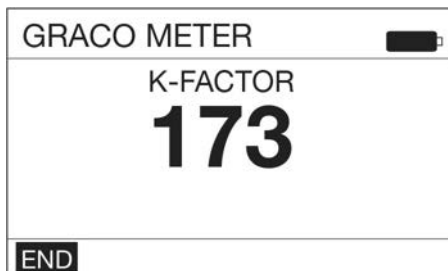

FIG. 17
- Une fois qu'un (1) quart US ou un (1) litre de fluide précisément a été distribué dans le flacon, appuyer sur la touche ENTREE sur le clavier pour sélectionner l'option END (Terminer). L'écran affiche alors la quantité de fluide distribué (la FIG. 17 illustre un exemple d'écran de volume distribué).